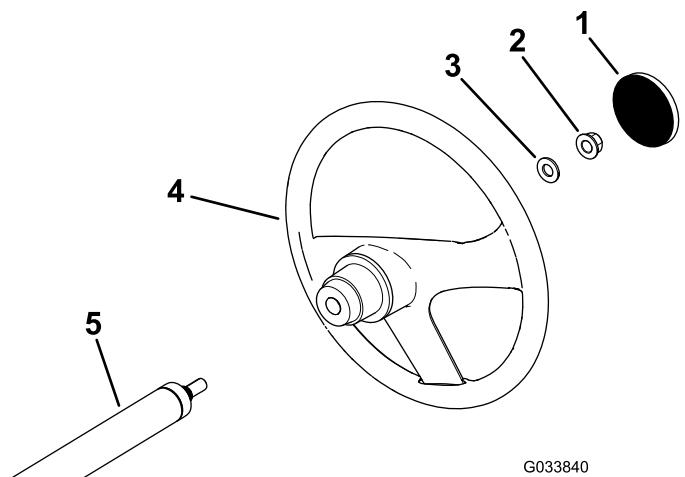

Figure 3
1. Si le couvre-moyeu est monté, déposez-le du volant (Figure 3).
2. Retirez le contre-écrou (½ po) de l'arbre de direction (Figure 3).
3. Glissez le volant et la rondelle (½ po) sur l'arbre de direction (Figure 3).
5. Reposez le couvre-moyeu sur le volant (Figure 3).